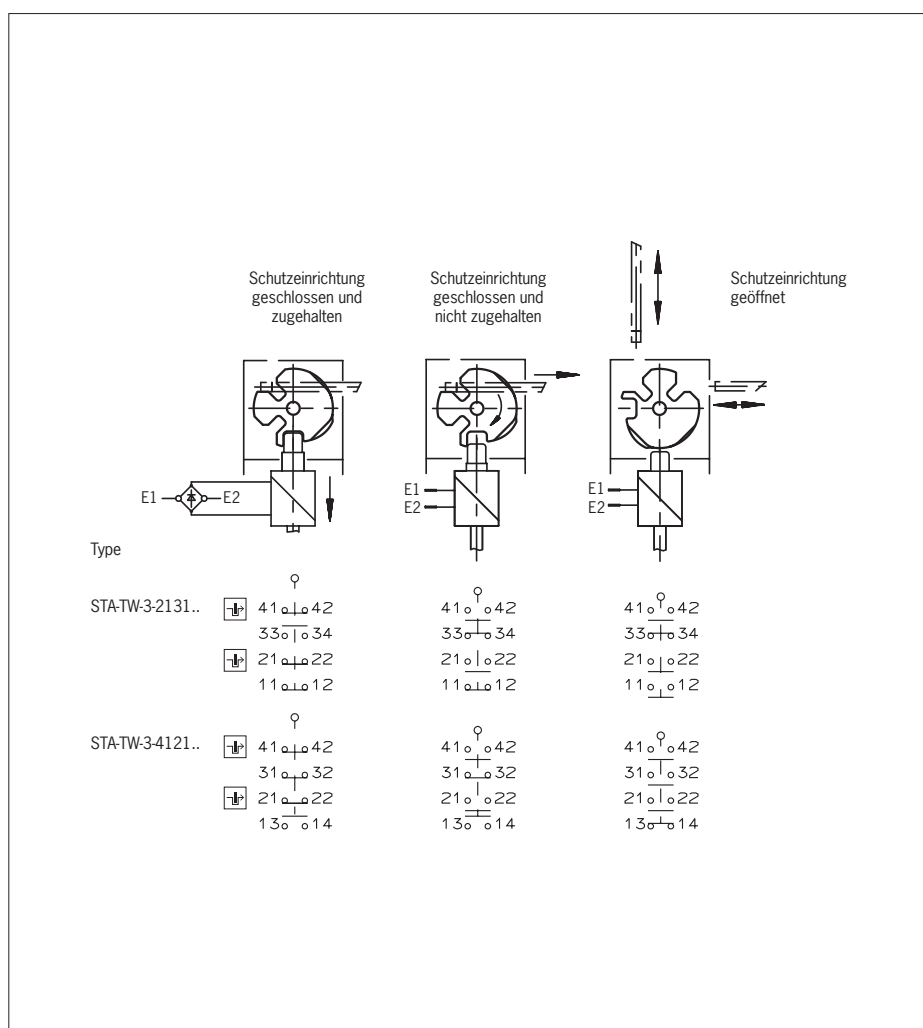

Bild 3: Schaltelemente und Schaltfunktionen
Es muss mindestens ein Kontakt  verwendet werden. Es können auch Kontakte mit dem Symbol  verwendet werden (Kontaktbelegung siehe Bild 3).
3. Anschließen und Klemmen mit 0,5 Nm anziehen (Kontaktbelegung siehe Bild 3).